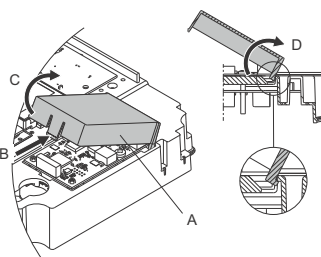

Fig. 56 Sådan afmonterer du CIM-dækslet
2. Fjern CIM-dækslet (fig. 56, pos. A) ved at trykke på låsebrikken (fig. 56, pos. B) og løfte enden af dækslet (fig. 56, pos. C). Løft derefter dækslet af krogene (fig. 56, pos. D).